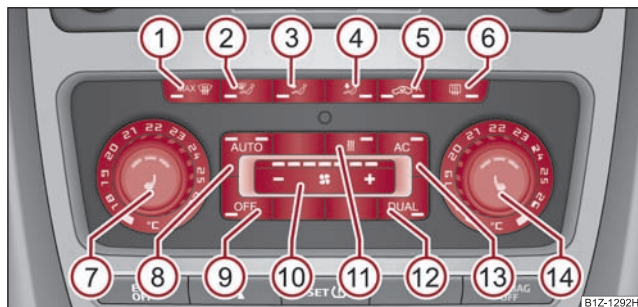

Fig. 141 Climatronic: Elementele de comandă
- Apăsăți tasta  ⇒ pagina 115, fig. 141.
- Apăsați tasta  ⇒ pagina 115, fig. 141. Lampa de control din tastă se va aprinde.
- Când parbrizul s-a aburit, apăsați tasta   ⇒ pagina 115, fig. 141. După ce parbrizul s-a dezaburit, apăsați tasta **AUTO**.
- Apăsați tasta  ⇒ pagina 115, fig. 141.